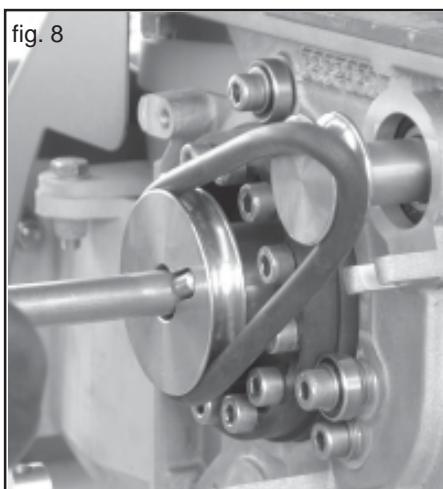

fig. 8
- Zum Abschalten der Ruehrwelle den Rundriemen ueber die Kante der Antriebsscheibe heben (Abb. 8) und auf der Gegenseite das Dosierrad leicht in Foerderrichtung drehen.